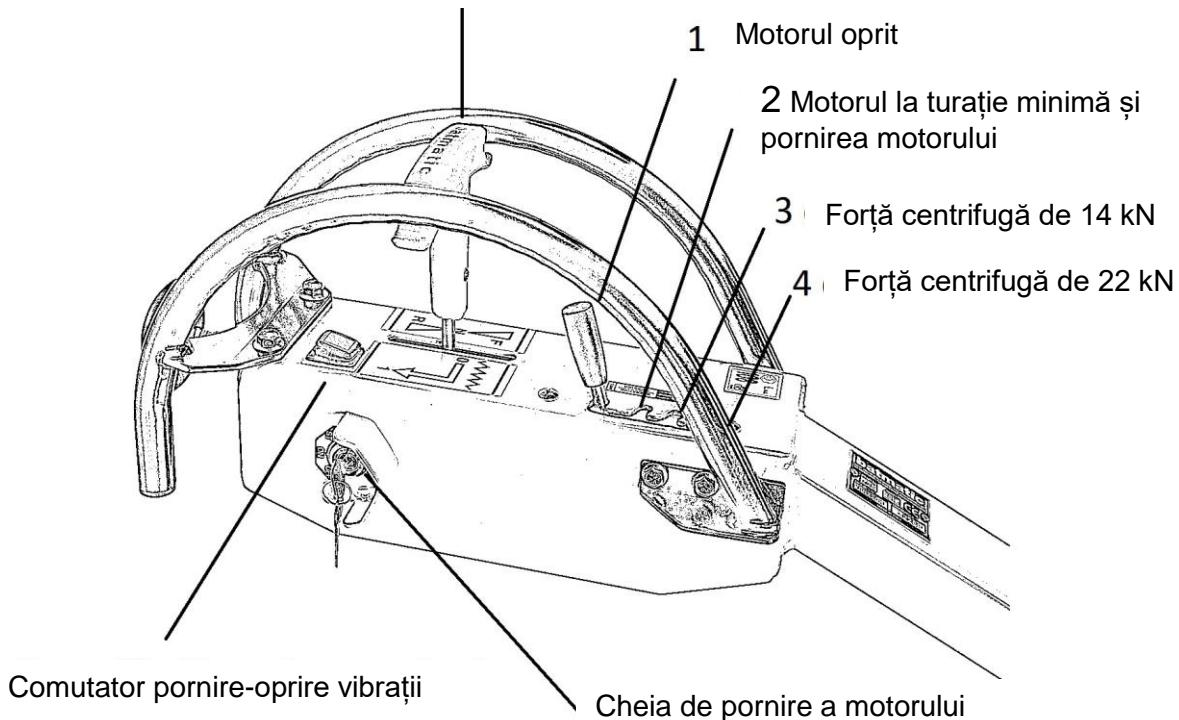

Figura 5. Maneta de direcție, Comutator pornire-oprire vibrații, poziții manetă de accelerare
- Împingeți maneta de direcție (Figura 5) pentru a deplasa cilindrul înainte (F) și trageți-o pentru a face ca cilindrul să se depleteze înapoi (R). Acest cilindru are o transmisie hidraulică cu viteză variabilă care poate fi mărită sau redusă proporțional
- Pentru a porni și opri compactarea, apăsați comutatorul de PORNIRE-OPRIRE vibrații pentru a porni excitatorul (Figura 5)